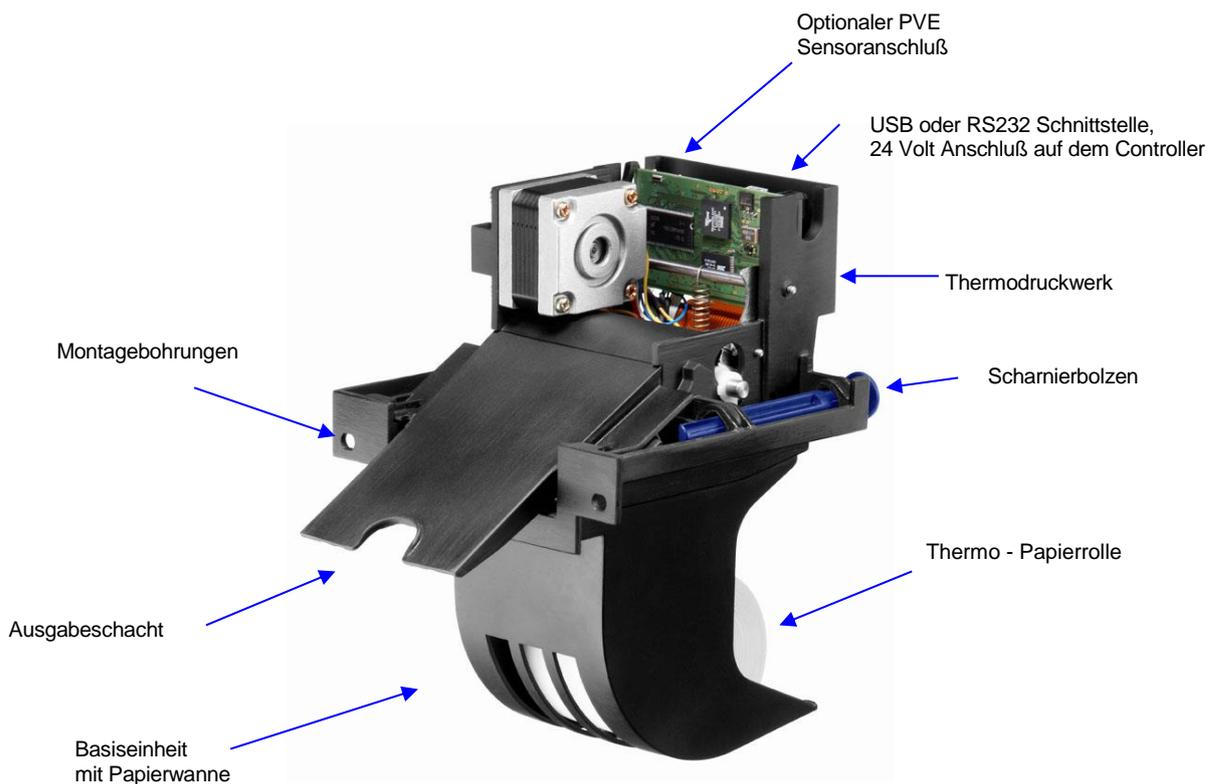
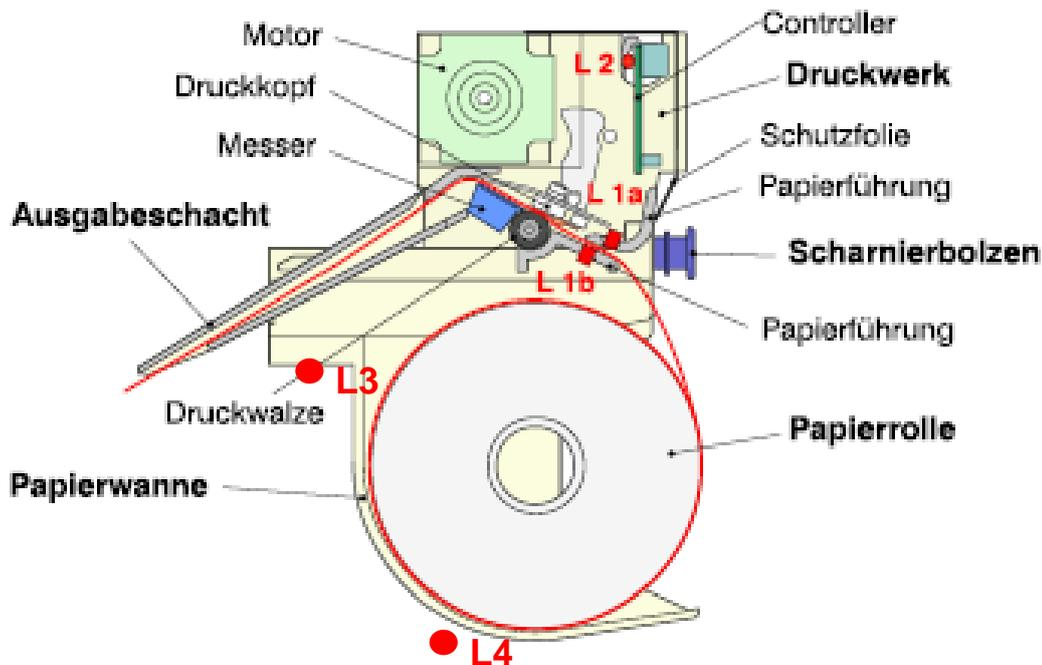

Abb.1 Thermodrucker C-56, Ansicht von vorne links
Abb. 2 Schematische Darstellung des Papiertransportes
- ☞ In Abbildung 1 wurde die Schutzfolie entfernt (siehe auch Abb. 2), um die Ansicht auf den Controller nicht zu verdecken. Für den Betrieb muss diese Schutzfolie installiert sein.
Der Papierweg im Druckwerk ist nahezu direktläufig angelegt, so dass ein Papierstau bei richtiger Papierzuführung ausgeschlossen werden kann, (siehe auch Abb. 2). Folgende Betriebsstörungen werden vom Controller erkannt und signalisiert: